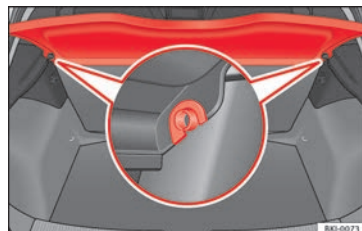

Fig. 168 En el maletero: desmontar y montar la bandeja.
- Desencaje la bandeja de los soportes laterales »» **fig. 168** tirando de ella hacia arriba y extraiga la bandeja.
- Introduzca la bandeja horizontalmente haciendo coincidir la “herradura” sobre el eje de los soportes »» **fig. 168**, y presione hacia abajo hasta que encastre.